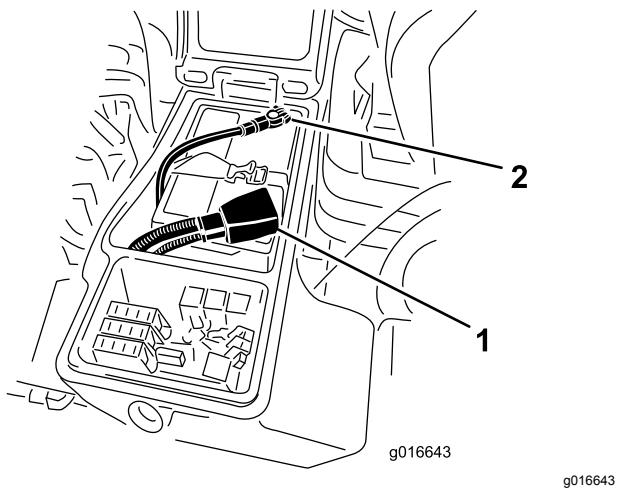

Рисунок 84
- Подсоедините положительный кабель (красный) к положительной клемме (+), а отрицательный кабель (черный) – к отрицательной (-) клемме аккумуляторной батареи (Рисунок 84).